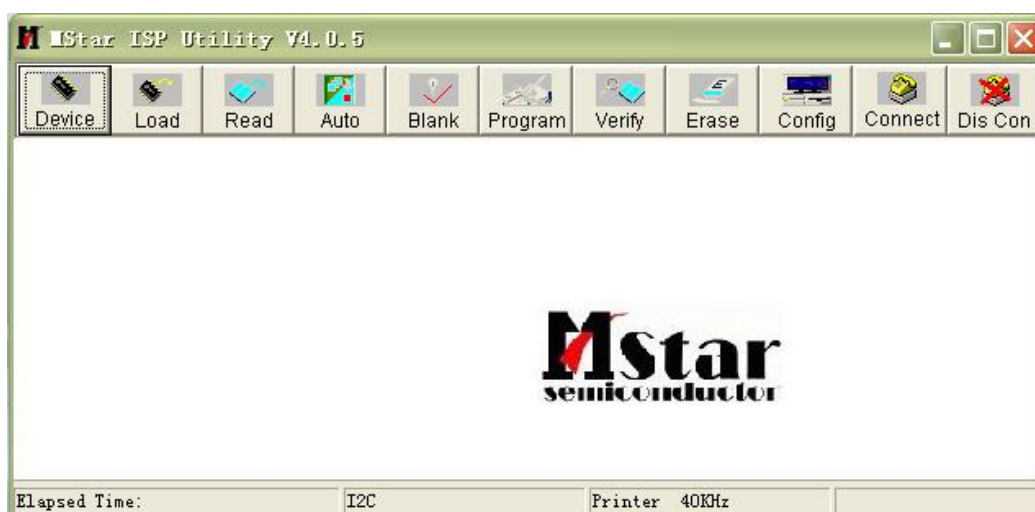

图 6.01
1) 连接好升级工具, 运行 ISP_Tool V4.0.5.exe, 出现如图 6.01 所示界面